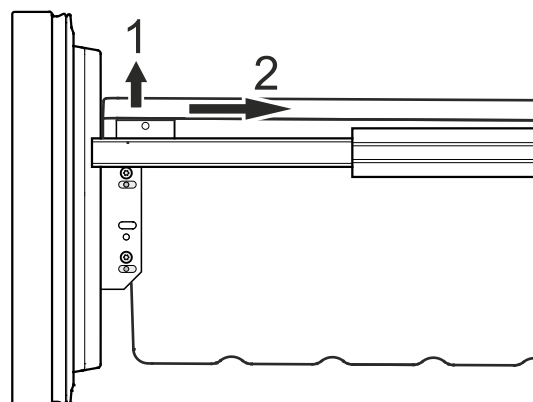

Figure 21
- Désenclipper les coins gauche et droit du récipient en le tirant vers le haut (1) - **Figure 21.**
- Pousser le récipient vers l'arrière (2) - **Figure 21.**